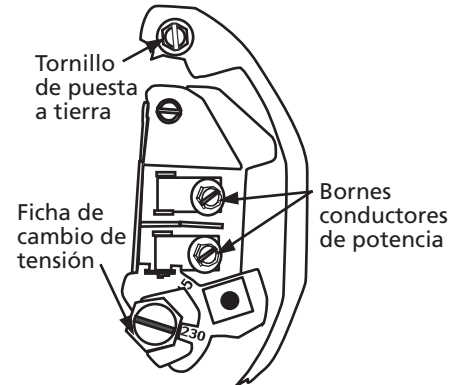

Figura 4 – Tensión configurada a 230 voltios, tipo cuadrante
2. Gire el cuadrante hacia la izquierda hasta que se vea 115 por la ventana del cuadrante (Consulte la figura 4).